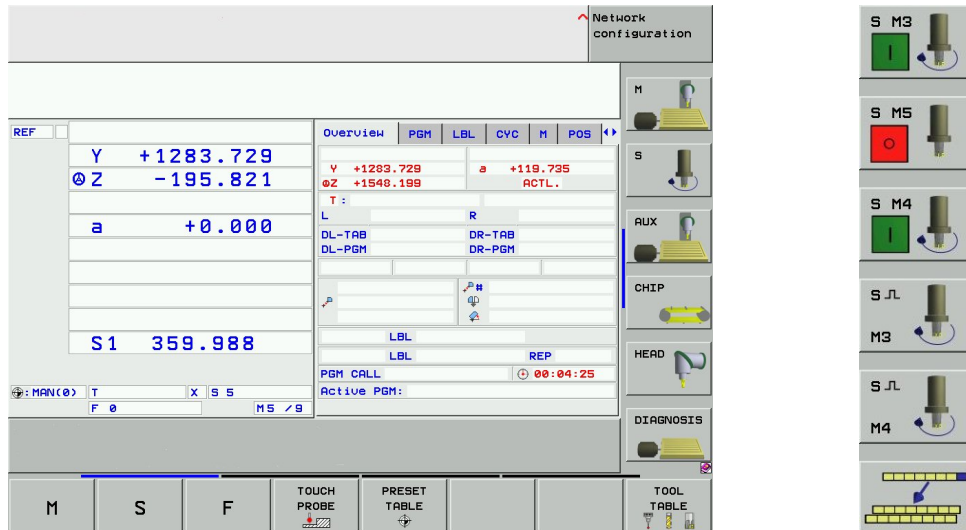

Fig. 24: Main Menu → S → S M3 또는 M4
3. S softkey → S PULSE M3(CW) or M4(CWW). Refer to Fig.24.